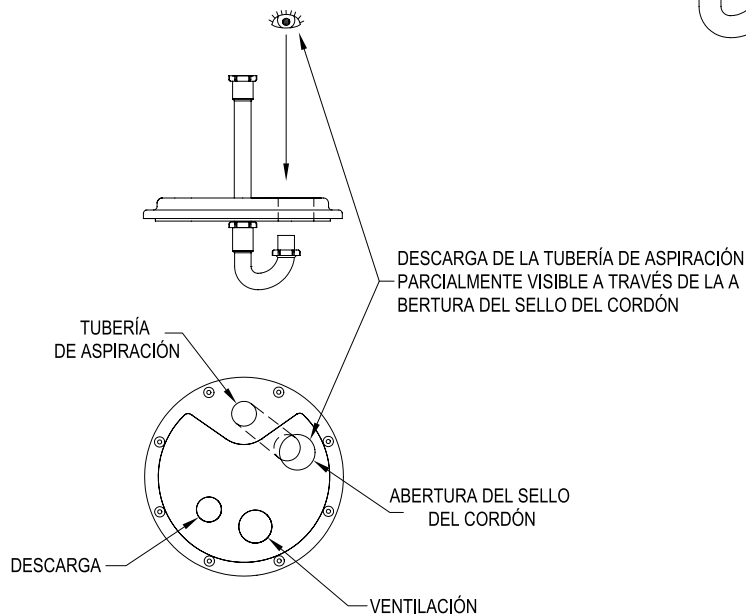

FIGURA 4.3
- 4.3) Coloque el conjunto de la tapa como se muestra en la figura 4.3 y asegure los componentes de la trampa. (En este momento, **APRIETE MANUALMENTE** el conjunto de la tapa. Se requerirá un ajuste en el paso 5.)